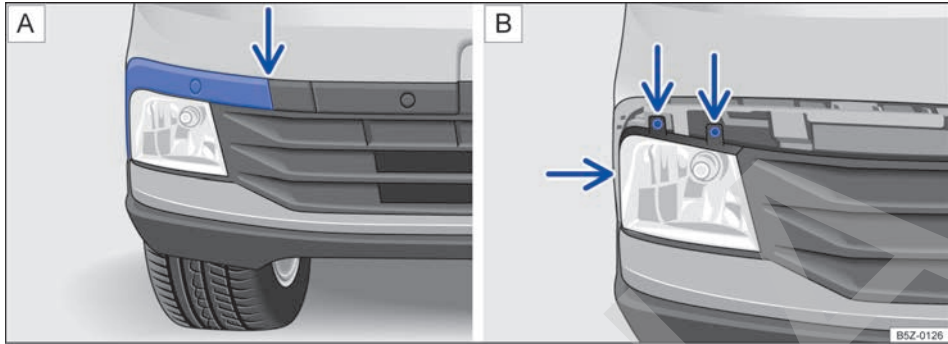

Fig. 174 En el parachoques delantero: **A** desinstalar la moldura del faro de neblina y **B** retirar los tornillos del faro de neblina.
Desencajar la moldura, con cuidado → , primero del lugar indicado por la flecha → fig. 174 A. Desmontar completamente para acceder a los tornillos del faro de neblina.
4. Retirar los tornillos indicados por las flechas → fig. 174 B.
14. Volver a colocar los tornillos indicados por las flechas C → fig. 174 B, para fijar el farol de neblina.
15. Volver a colocar la moldura de izquierda a derecha → fig. 174 A.